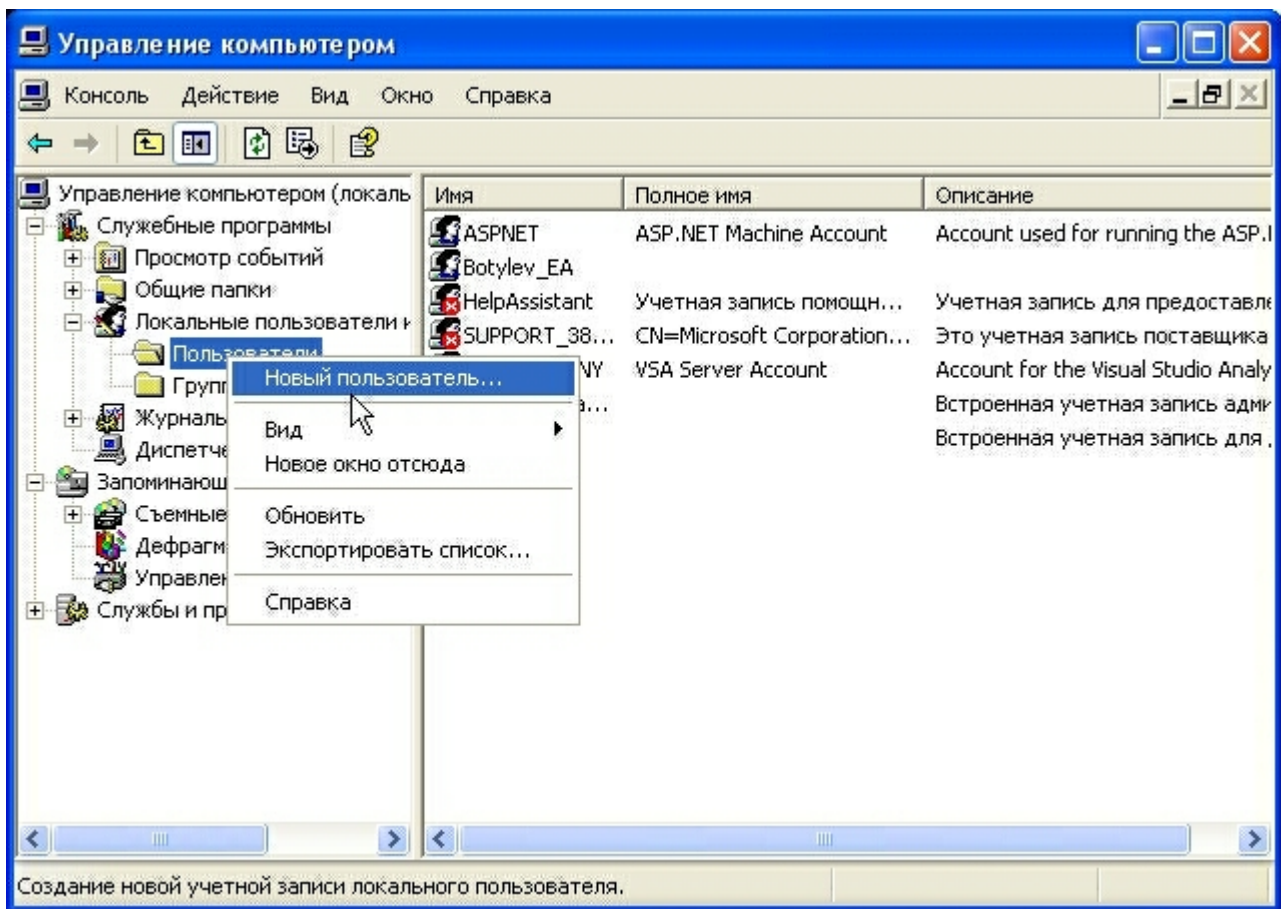

Рис. 4.1. Создание учетной записи нового пользователя Windows
- 1) Из меню **Пуск->Панель управления->Администрирование** выберите пункт **«Управление компьютером»**, далее **«Локальные пользователи и группы»->«Пользователи»** и в контекстном меню выберите пункт **«Новый пользователь»** (Рис. 4.1)